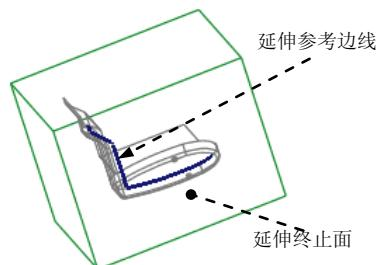

图 26.11 延伸参考边线 2
(1) 选取图 26.11 所示的复制曲面的边线。
- (2) 单击**分型面**功能选项卡**编辑**▼区域中的**延伸**按钮，此时出现**延伸**操控板。
- (3) 选取延伸的终止面。在操控板中按下**拾取**按钮，选取图26.11所示的坯料表面为延伸的终止面。
- (4) 在**延伸**操控板中单击**确定**按钮。完成延伸曲面的创建。